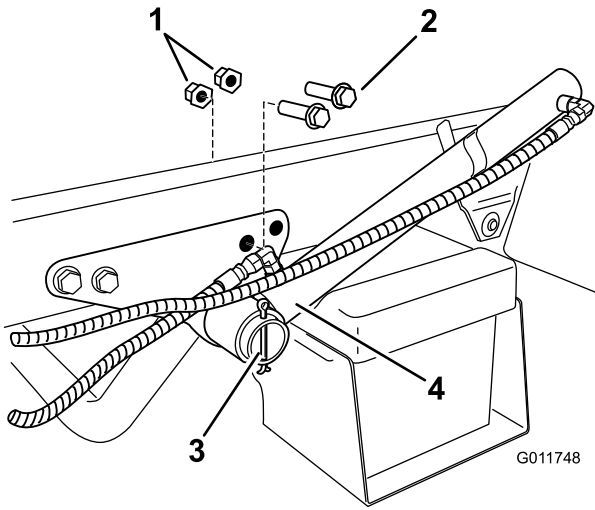

Bild 7
1. Nehmen Sie die 2 hinteren Schrauben und Bundmuttern an der Hubzylinderhalterung ab (Bild 7).